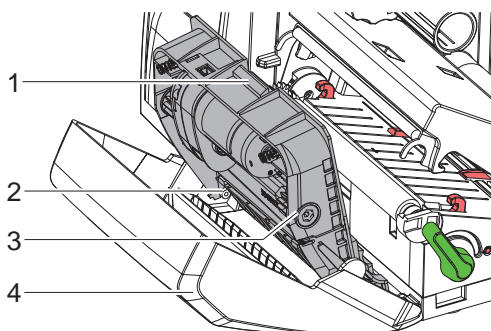

Figura 19 Smontaggio delle lame
- ▶ Ruotare in senso orario l'albero (6) con un cacciavite brugola TX10, fino a quando gli ingranaggi (7) non hanno più presa.
- ▶ Estrarre la lama superiore (9) dalle guide (8).
- ▶ Estrarre la lama inferiore (10).
- ▶ Inserire la lama inferiore dall'alto nei supporti (11).
- ▶ Eventualmente inserire nuovamente le molle (12) negli appositi sostegni (13).
- ▶ Per montare la lama superiore, spingere la lama inferiore sul pannello, inserire la lama superiore nella guida e spingerla verso l'alto fino a quando le aste dentate (7) non saranno agganciate nelle ruote dentate (5).
- ▶ Ruotare in senso antiorario l'albero (6) con un cacciavite brugola TX10, fino a quando la lama avrà raggiunto il punto di arresto superiore.
5. Incardinare il gruppo lame (3) sugli assi (2) come indicato nella Figura 19 e girarlo in modo da agganciarlo correttamente sul pannello (4).